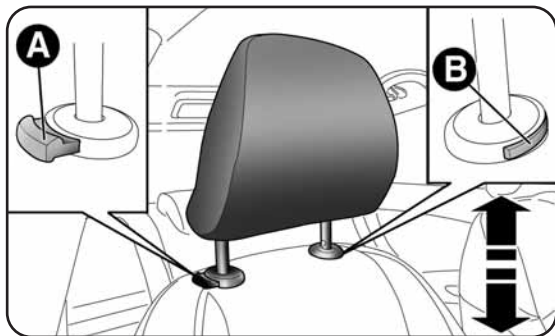

fig. 26
- réglage vers le bas : appuyer sur la touche A-fig. 26 et baisser l'appui-tête.
- appuyer sur les boutons A et B-fig. 26, puis extraire les appuis-tête en les tirant vers le haut.